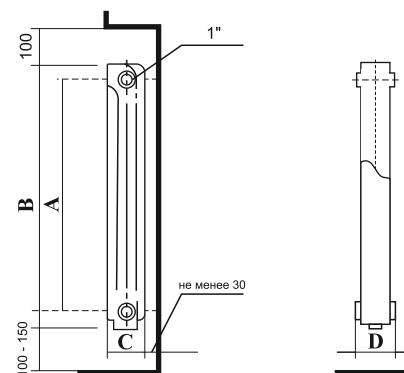

Рисунок 1. Монтажные размеры
5.6. Для оптимальной теплоотдачи и обеспечения сервисного обслуживания радиатор следует устанавливать на следующем минимальном расстоянии (рис.1):